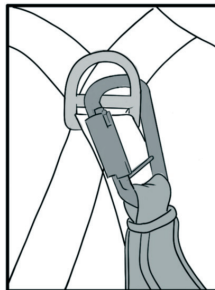

fig.2
2. Vérifiez que le raccord utilisateur est fixé à l'attache du harnais avant tout travail en hauteur et, le cas échéant, resserré à l'aide d'une clé (fig. 2).